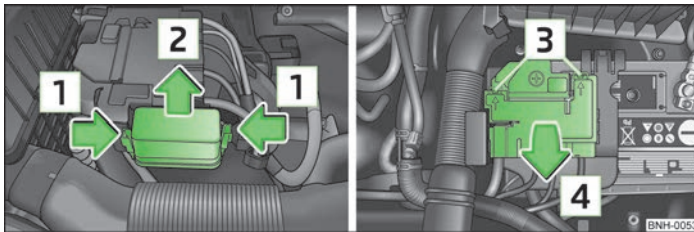

Abb. 124 Fahrzeugbatterie: Abdeckung des Sicherungskastens (Variante 1)
- Die Verriegelungstasten der Abdeckung gleichzeitig in Pfeilrichtung **1** zusammendrücken » Abb. 124.